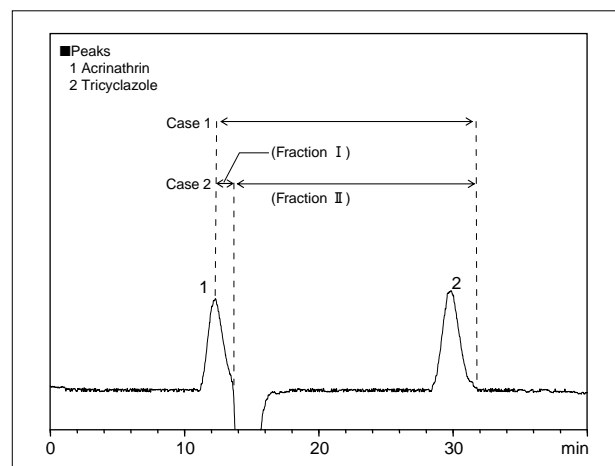

Fig.1 アクリナトリンとトリシクラゾールのGPCクロマトグラム
「GC/MSによる農薬等の一斉試験法（畜水産物）」では、GPCによる分取指標農薬としてアクリナトリンとトリシクラゾールが用いられます。Fig.1は、アクリナトリンとトリシクラゾール標準混合液（各5 mg/L）をGPCクリーンアップシステムに5 mL注入した結果で、Table 1はその分取条件です。試料での分取範囲は畜水産物の種類や部位により以下のように異なります。
- ・筋肉、脂肪、魚介類、乳および卵（Fig.1 Case1）
- ・肝臓および腎臓（Fig.1 Case2）